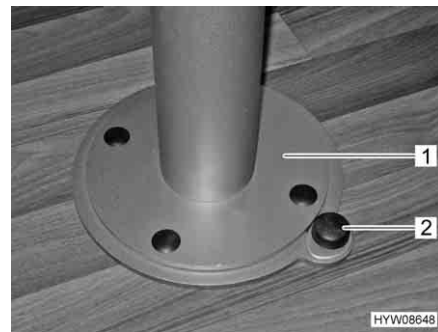

Fig. 53 Sbloccaggio dispositivo di rotazione piede del tavolo
- Spingere verso il basso il bottone (Fig. 53,2) del bloccaggio.
- Ruotare il piede del tavolo con il piano del tavolo (Fig. 53,1) nella posizione desiderata.